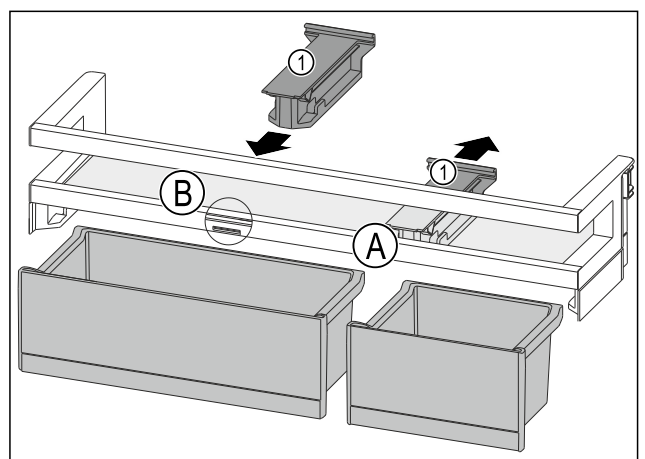

Fig. 85
- ▶ Halteteil Fig. 85 (1) in Position Fig. 85 (A) nach hinten abziehen.
- ▶ Halteteil Fig. 85 (1) in Position Fig. 85 (B) einsetzen.